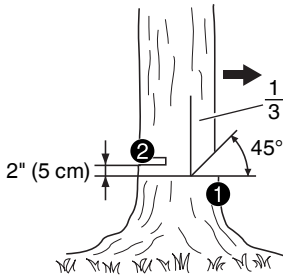

Fig. 29
- (1) Recortar (1) como se muestra en la Fig. 29):
- (2) Corte (2) como se muestra en la Fig. 29):